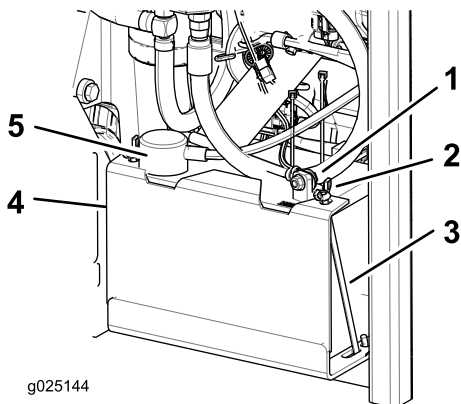

Bild 47
3. Klemmen Sie zunächst das Minuskabel vom Minuspol (-) der Batterie ab (Bild 47).
4. Schieben Sie die rote Polmuffe vom Pluspol (Rot) der Batterie ab und klemmen Sie das Pluskabel (+) ab (Bild 47).
5. Nehmen Sie die Flügelmutter ab, mit denen die J-Haken befestigt sind (Bild 47).
6. Nehmen Sie die Klemme ab (Bild 47).
1. Legen Sie die Batterie so in das Fach, dass die Anschlussklemmen auf der anderen Seite des Hydraulikbehälters sind (Bild 47).
4. Befestigen Sie die Kabel mit zwei Schrauben, 2 Scheiben und 2 Sicherungsmuttern (Bild 47).
6. Setzen Sie die Klemme auf und befestigen sie mit den Flügelmutter und J-Haken (Bild 47).